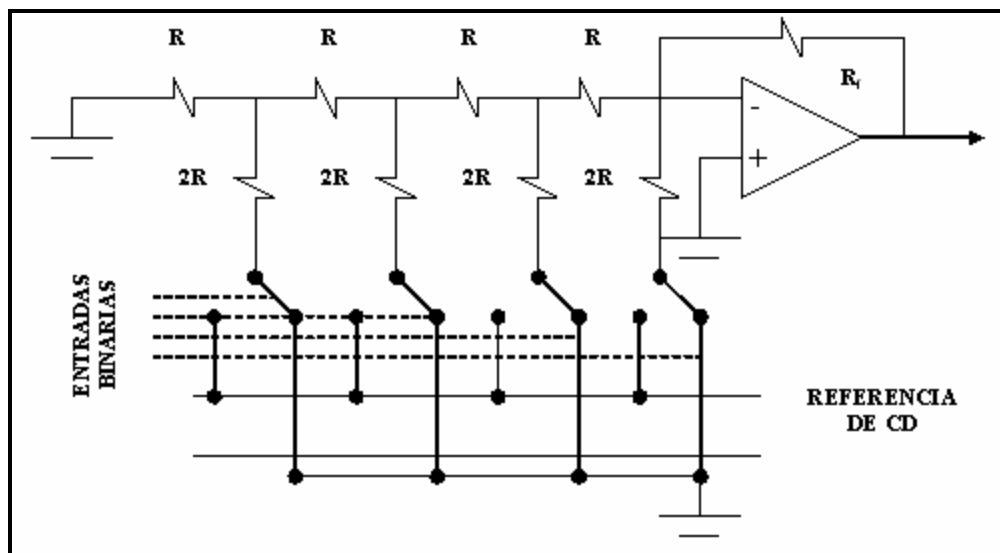

FIGURA 1.8.3 Red Escalera R -2R
- **Red de resistores:** Es un arreglo de resistencias en configuración **Escalera R – 2R** (ver figura 1.8.3), pero también puede ser una red de capacitores. Este módulo del CDA convierte el voltaje de referencia del módulo anterior en una corriente proporcional al valor de la entrada binaria y la I_{FS} , donde: